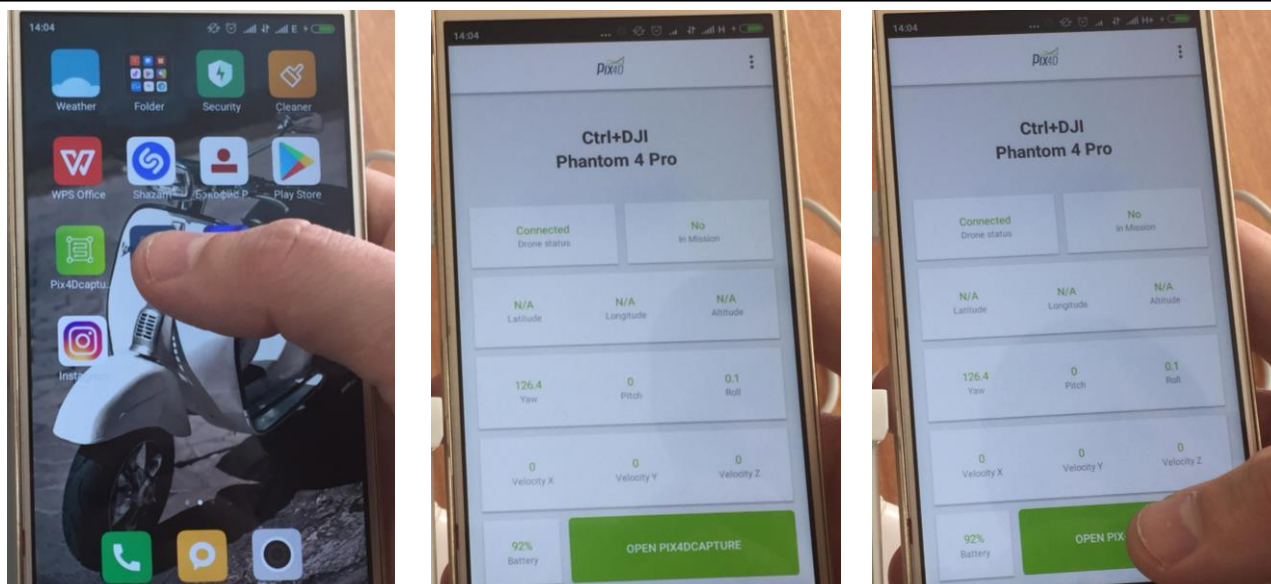

Рисунок 16.2 – Запуск программы Pix4DCapture
2. Запустите программу **Pix4DCapture** (рисунок 16.2).